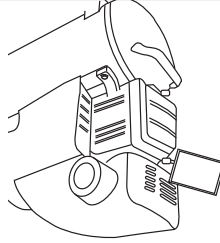

FIG. 4
2. Vérifiez quotidiennement le niveau d'huile et en ajouter, si nécessaire. (Fig.4)